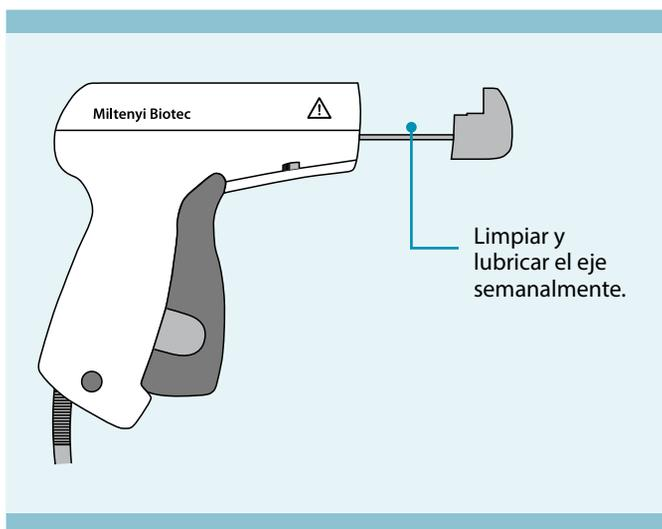

Figura 4.3: Electrodo extraído
2. Primero empuje el electrodo hacia dentro y luego extráigalo (véase la Figura 4.3).